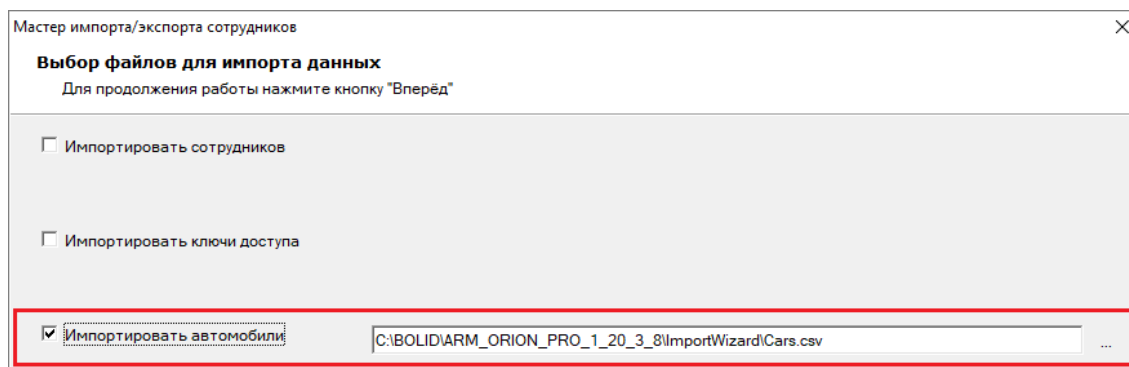

Рисунок 15-14 Выбор импорта данных автомобилей
- **Импортировать автомобили**⁷² – установите флаг напротив этого параметра, чтобы выбрать для импорта в БД из файлов данные автомобилей. После установки флага (см. Рисунок 15-14) станет доступно поле для определения адреса файла, из которого будет осуществляться импорт данных (по умолчанию – файл «Cars.csv» в папке «ImportWizard», расположенной в каталоге с установленным АРМ «Орион Про»).